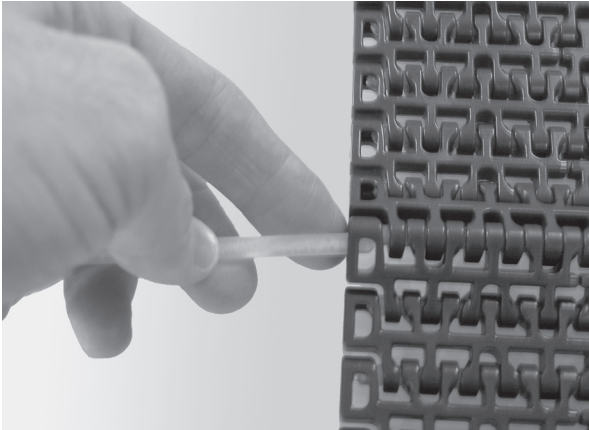

Figura 34
- Utilice una segunda varilla de cinta del mismo tamaño para empujar por el extremo opuesto de la varilla de cinta. (Figura 34).